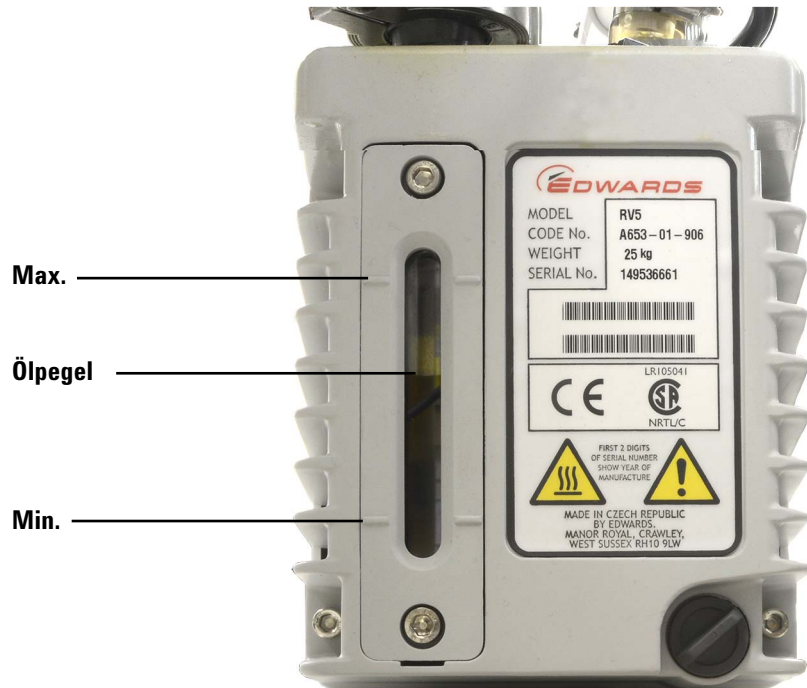

Abbildung 16 Prüfen des Ölpegels
- 4** Fügen Sie neues Pumpenöl ein, doch überschreiten Sie nicht die Maximummarke neben dem Ölpegelfenster. Siehe Abbildung 16 auf Seite 84.
- 6** Fügen Sie neues Pumpenöl ein, doch überschreiten Sie nicht die Maximummarke neben dem Ölpegelfenster. Siehe Abbildung 16 auf Seite 84.